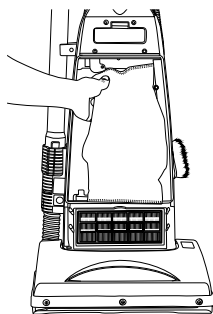

Fig. 3
1. Débranchez l'aspirateur. Retirez le couvercle du compartiment et retirez le sac usagé de son support (Fig. 3).